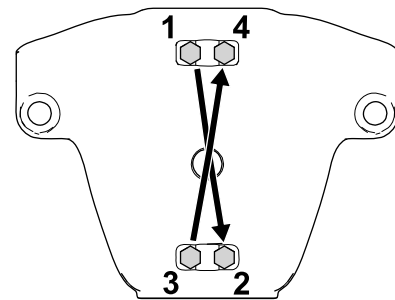

**Figure 3**
- Retirez les boulons à tête hexagonale (5/16" x 2 1/2"), les écrous (5/16") et les colliers qui fixent la tête de direction à la suspension (Figure 3).
- Déposez la bague cannelée en plastique de la tête de direction (Figure 3).
- Utilisez les fixations que vous avez retirées à l'opération 3 pour fixer la tête de direction à la suspension (Figure 3).